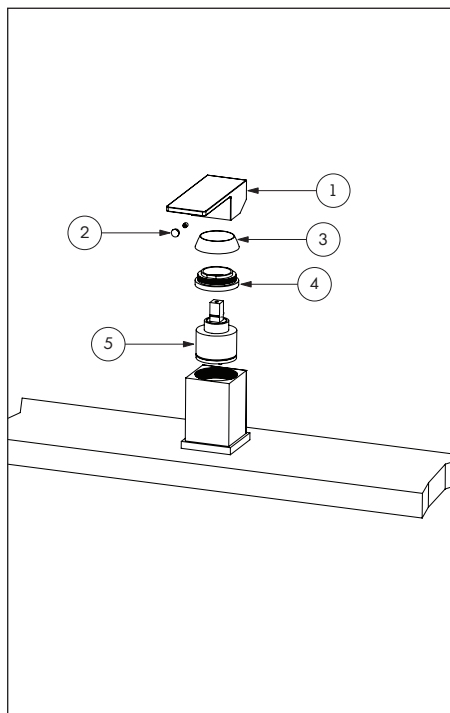

Fig.7
Start by shutting off the water supply lines and then turn on the water to drain the faucet. To replace the cartridge (5), pull out the handle (1) by removing the cap and the set screw (2) first. Afterwards, remove the dome cap (3) and the retainer ring (4). Replace with new cartridge and reassemble by reversing steps. Fig.7.
Commencer par couper l'alimentation d'eau et ouvrir l'eau par la poignée du robinet pour le vider. Pour remplacer la cartouche (5), enlever la poignée (1) en retirant le capuchon de finition et la vis de retenue (2). Démonter ensuite le capuchon en dôme (3) et l'anneau de retenue (4). Remplacer la cartouche par la nouvelle, puis inverser les étapes pour le réassemblage. Fig.7.